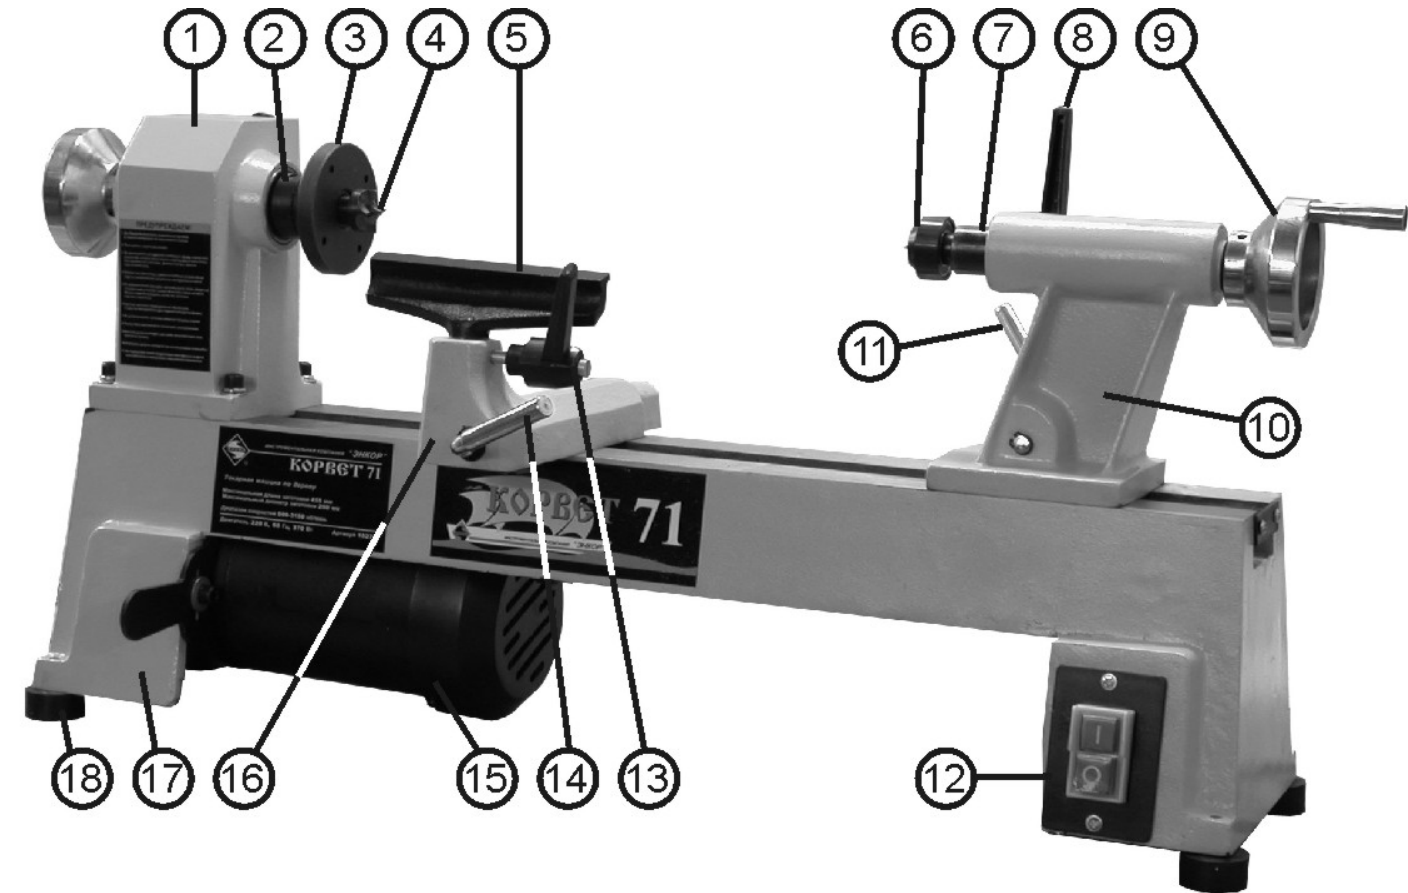

Рис. 2
7.1. Машина состоит из следующих сборочных единиц и деталей (Рис. 2):
### 9.1. Включение (Рис. 2)